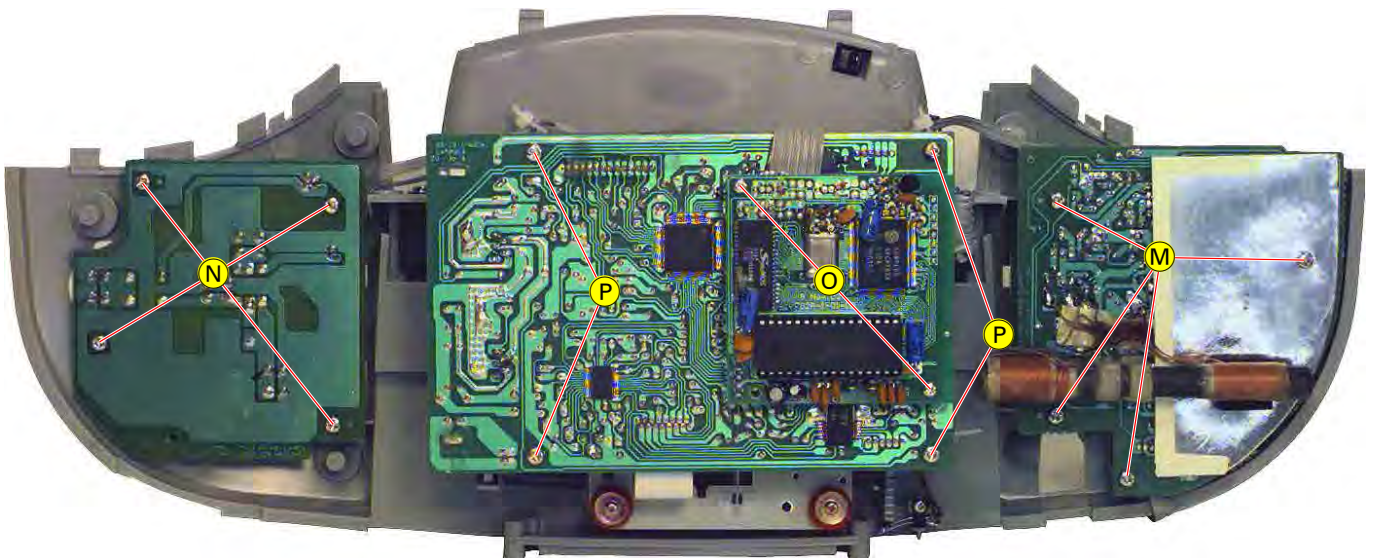

Fig. 9
- 4 Schrauben (M) (Fig. 9) herausdrehen.
- 4 Schrauben (N) (Fig. 9) herausdrehen.
- Undo 4 screws (M) (Fig. 9).
- Undo 4 screws (N) (Fig. 9).
- 2 Schrauben \textcircled{Q} (Fig. 9) herausdrehen.
- 4 Schrauben \textcircled{P} (Fig. 9) herausdrehen.
- Undo 2 screws \textcircled{Q} (Fig. 9).
- Undo 4 screws \textcircled{P} (Fig. 9).